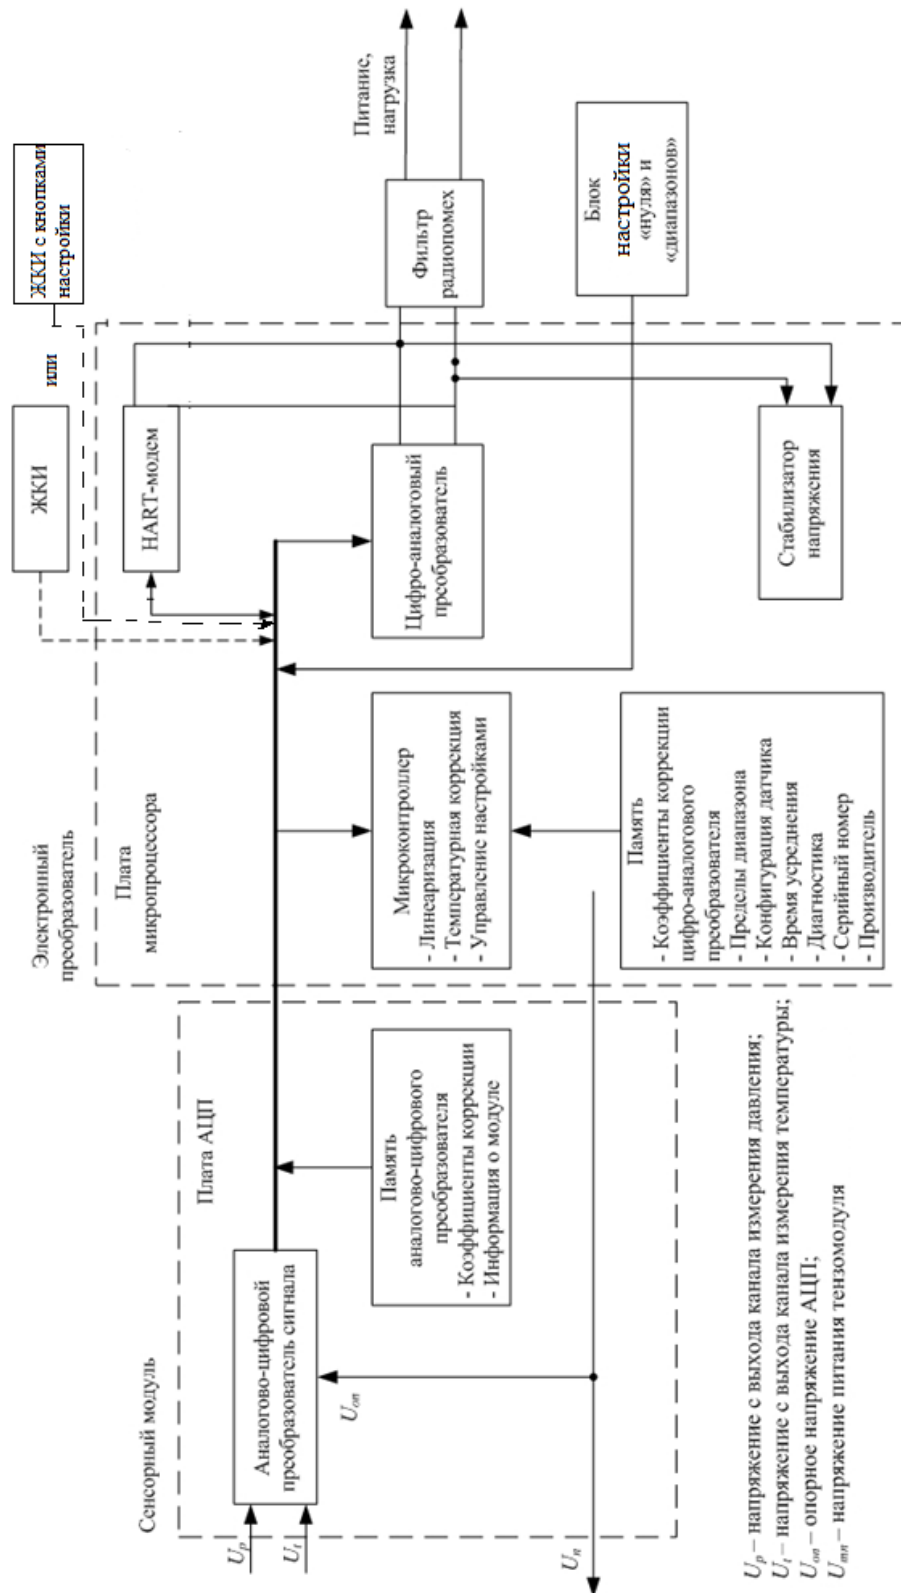

Рисунок 3 – Функциональная блок-схема
1.3.3 Функционально канал преобразования сигнала измерительного блока (рисунок 3) состоит из АЦП, блока памяти АЦП, микроконтроллера с блоком памяти, цифро-аналогового преобразователя (ЦАП), стабилизатора напряжения, фильтра радиопомех, встроенной регулировки «нуля» и «диапазона», HART-модема.